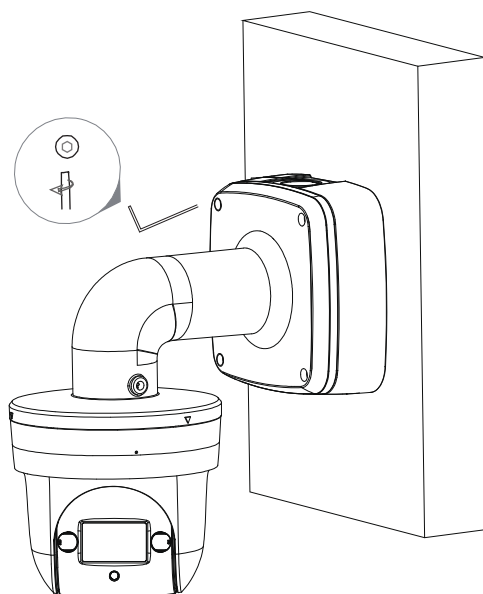

Рисунок 5.7 – Монтаж
12. С помощью ключа S3.0 «Шестигранник» из комплекта поставки кронштейна затяните винты для фиксации (Рисунок 5.7).